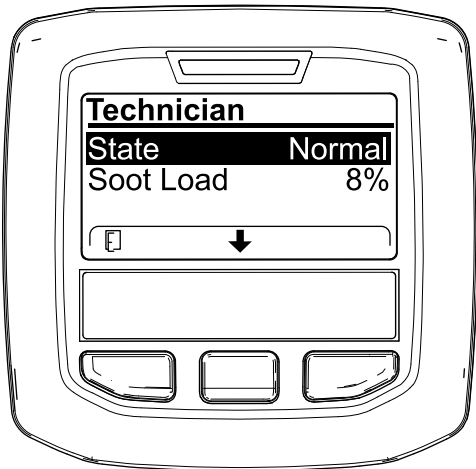

Bild 38
- Lesen Sie in der Tabelle für den Dieselpartikelfilter-Betrieb den aktuellen Zustand des Dieselpartikelfilter-Betriebs nach (Bild 38).